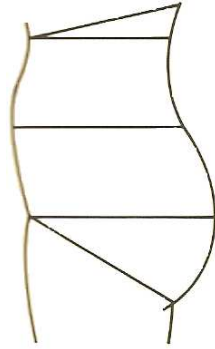

Figure 9 : Forme montante au dos avec emboîtement ⁽²⁹⁾
- Forme montante au dos avec emboîtement (antiptôsiq) : pour femme avec ptôse organique (Figure 9) ;